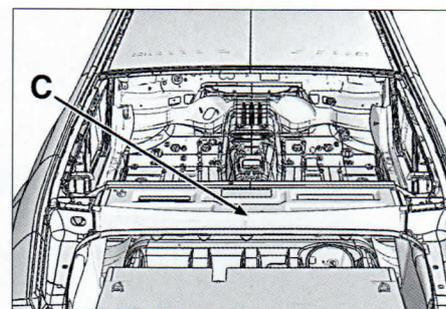

FIG. 84
- Colocar el separador en (C) (fig. 84).